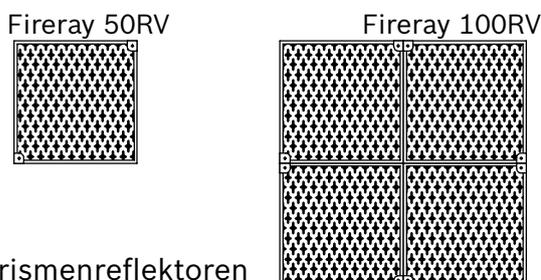

Abb. 3.: Prismenreflektoren
- Jeder Reflektor wird mittels zwei Montagebohrungen (Ø 3 mm) befestigt. Ordnen Sie die vier Reflektoren für den Fireray 100RV so an, dass sich in der Mitte keine Befestigungslöcher befinden (siehe Abb. 3.).